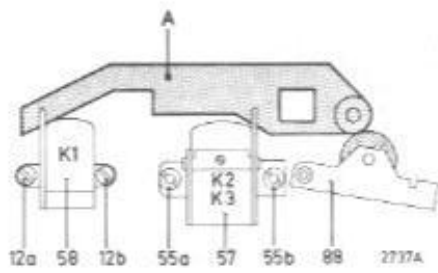

Fig. 6
I. INSTELLING VAN DE OPNEEM/WEERGEEFKOP 57 EN WISKOP 58 (Fig. 6)
De toonas is in de produktie zeer nauwkeurig loodrecht ingesteld en het wordt daarom sterk afgeraden de toonas te verstellen. Bij vervanging van één van de koppen kan men er van uitgaan dat de niet te vervangen kop op de juiste hoogte ingesteld staat. De hoogte van de andere kop kan dan worden ingesteld met de instelmal A, zie fig. 6, codenummer mal A: 4822 402 60245.
A. Hoogte-installing van de opneem/weergeefkop 57 rechterzijde (Fig. 6)
B. Instelling van azimuth (Fig. 6)
C. Instelling van de wiskop 58 (Fig. 6)